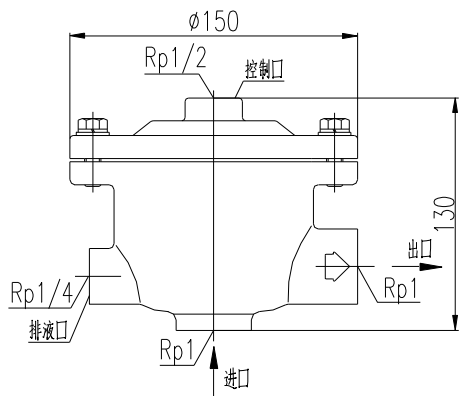

图 3
4.1.1 作用：接通或切断主管道泡沫液的供给。（外形见图 3）